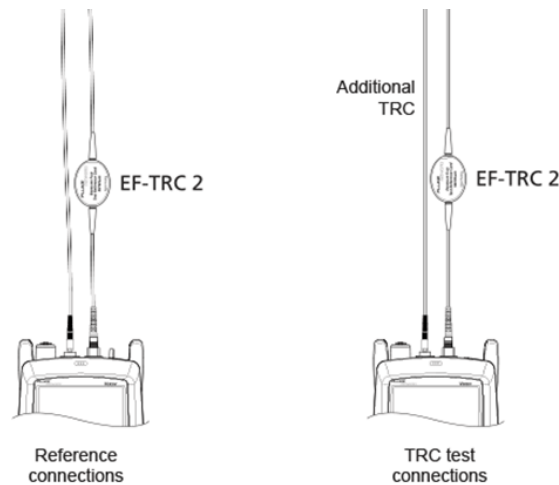

図 3. スマート・リモート・モードでの基準値設定と TRC テストの接続
- 画面および図 3 に従って接続を行い、[次へ] をタップして完了した接続を確認します。